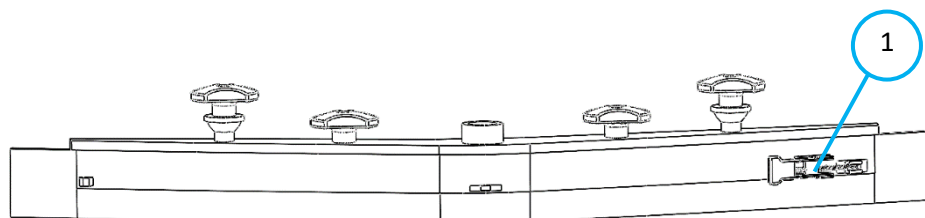

Fig. 3
1. Om het achterste zuigmondblad te verwijderen, ontgrendelt u de vergrendeling en verwijdert u het metalen blad (Fig. 3 – 1).